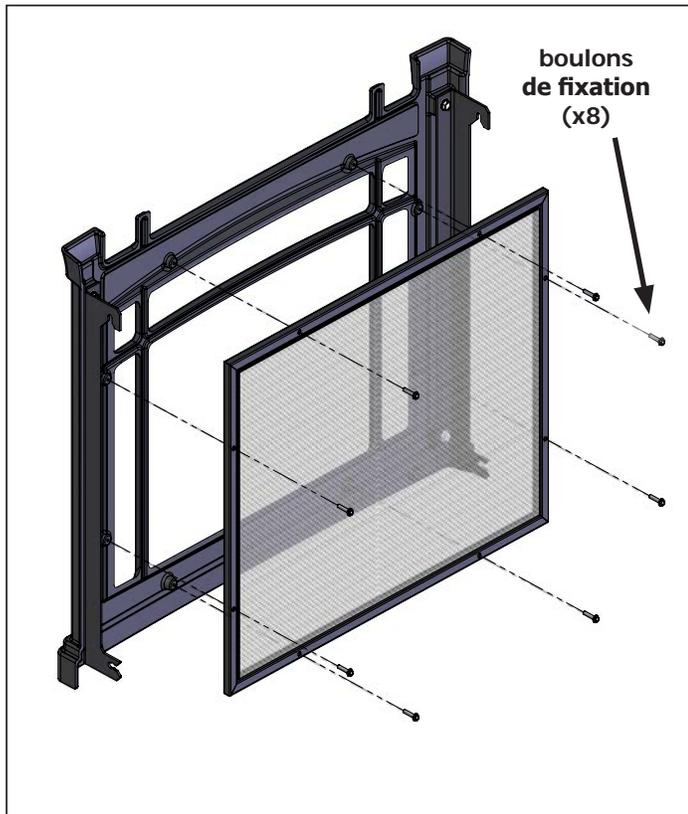

FIGURE 55: Dépose de l'écran de sécurité - Avant
Étape 4: Si vous remplacez l'écran latéral, passez à l'étape 5. Si vous remplacez l'écran avant, enlevez les huit (8) boulons de fixation (Figure 55) à l'aide d'une douille 1/4 "et retirez l'écran endommagé tout en notant l'orientation. Installez le nouvel écran (50-3715) en réinstallant simplement les boulons de fixation. Réinstallez la porte coulée et le dessus pour terminer.